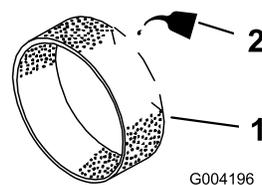

Figura 42
- Applicate da 3 a 6 cl d'olio sul prefiltro (Figura 42).